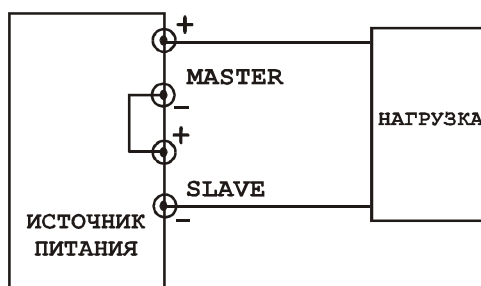

Рис. 6-3 Подключение нагрузки в последовательном режиме
- Проверить полярность подключения. Подсоединить к выходным клеммам внешнюю нагрузку в соответствии с рис.6.3.